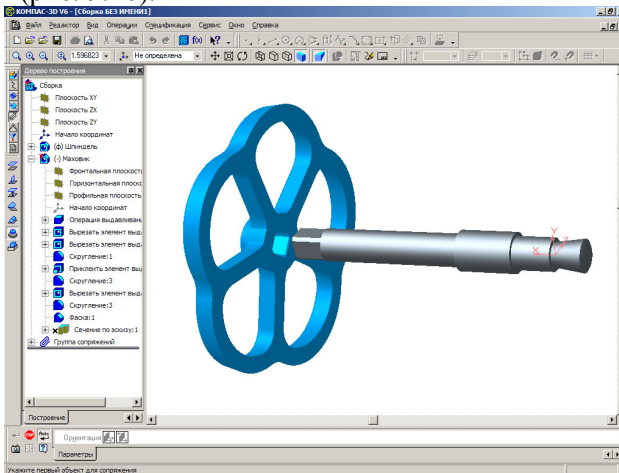

Рисунок 9.20 - Вікно зборки з базовою деталлю "Шпиндель" і введеною деталлю "Маховик" установлених співвісно
- клацніть по зовнішній циліндричній грані деталі "Маховик", а потім по циліндричній грані деталі "Шпиндель". Оскільки компонент "Шпиндель" зафіксовано, то компонент "Маховик" установиться співвісно з ним (рис. 9.20).